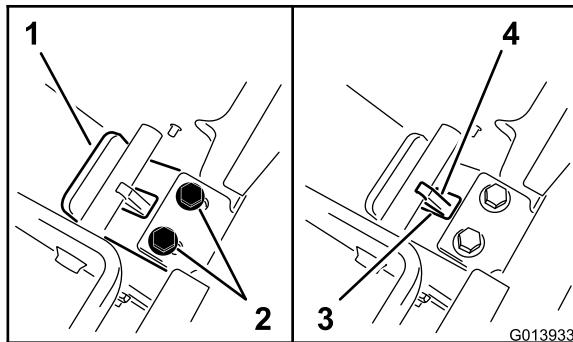

图 20
5. 在背板上保持压力的同时将舌片朝自己所在的方向滑动直到舌板唇口接触到横杆图 20。